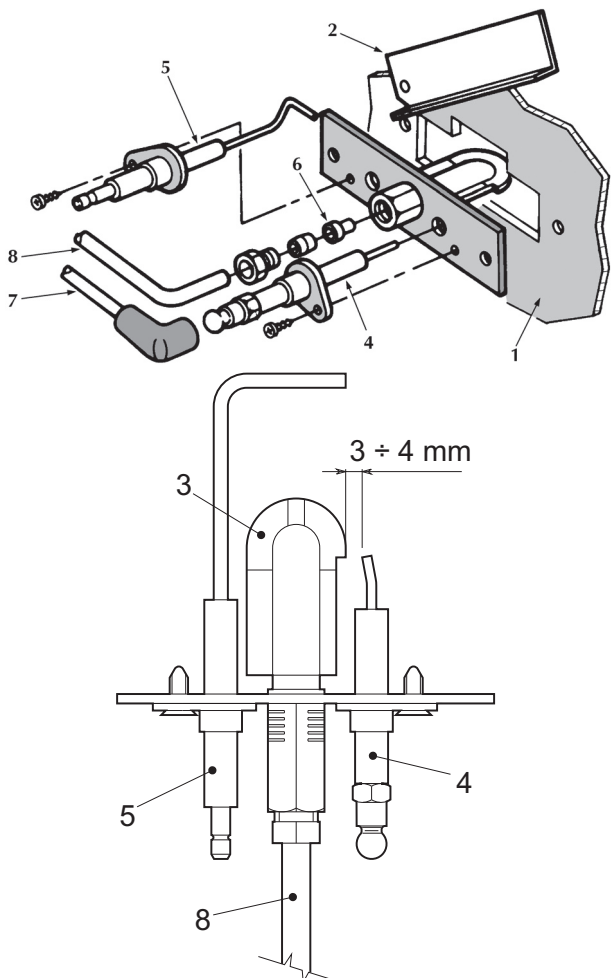

fig. 9 - Пилотная горелка
- Электроды не должны иметь накипи и быть правильно установленными (см. рис. 9).
| | Отсутствие искры между электродами | Проверьте правильность позиционирования электродов и отсутствие на них повреждений или отложений, проверьте также правильность искры (смотрите рис. 9) |